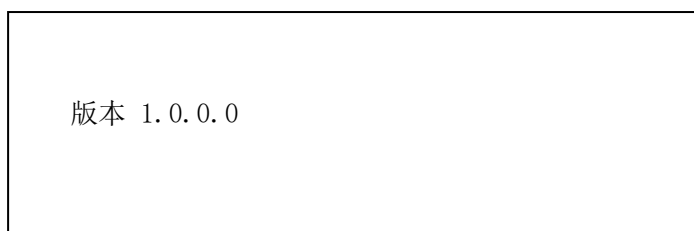

图5-24
- ◆ 按“功能”键进入选项菜单，按【↑】【↓】键进入查询菜单，按【←】【→】键进行翻页，按‘0’进入软件版本查询界面（图5-24）。